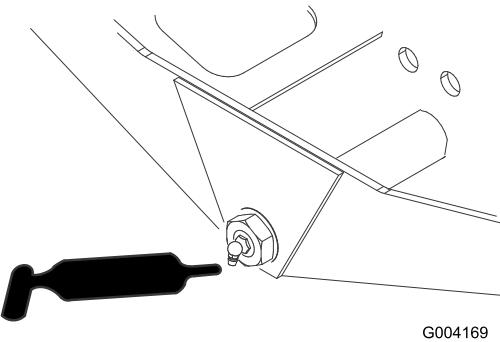

Bild 56
- Achsenlenkungsgelenk (1) (Bild 56)